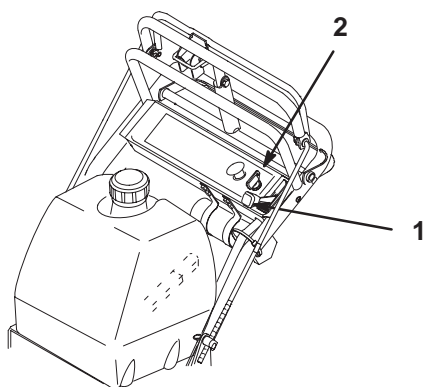

Figure 15
1. Mettez la manette d'accélérateur en position de RALENTI (Fig. 15).
3. Tournez la clé de contact en position CONTACT COUPE (Fig. 15).